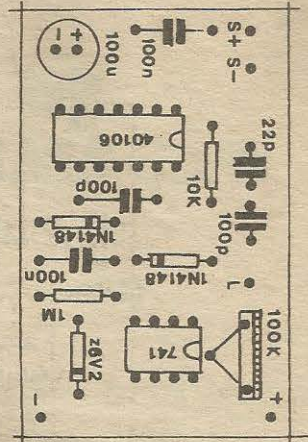

Fig.3
- **FIG. 3 - CHAPEADO DA MONTAGEM** - Como é praxe nas descrições das montagens aqui em **APE**, a figura traz a estilização da face não cobreada do impresso, com todos os principais componentes claramente identificados, incluindo códigos, valores, polaridades, etc. Novamente, o único e fundamental requisito é a... **atenção!** Basta inserir e soldar os componentes um a um, conferindo cada passo, eventualmente recorrendo ao **TABELÃO APE** (se surgirem dúvidas nas interpretações de valores, identificação de *pernas* ou polaridades, etc.), levando em conta que os integrados, os diodos (inclusive o zéner) e o capacitor eletrolítico, são **polarizados**, exigindo posição única e certa para acoplamento à placa... Quanto aos integra-